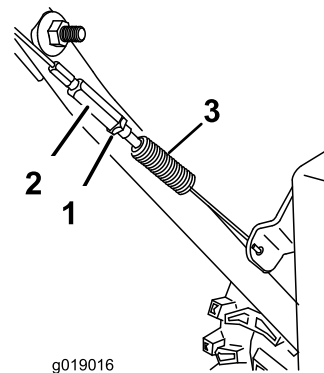

Figura 31
- Allentate il controdado (Figura 31)
- Allentate o serrate il tornichetto per regolare il perno fino a quando non ottenete la distanza adeguata dal bordo anteriore della scanalatura (Figura 31).
- Serrate il controdado (Figura 31).